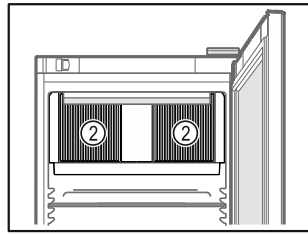

Fig. 61
- ❑ Διατηρείτε ελεύθερες τις σχισμές αερισμού Fig. 61 (2) του ανεμιστήρα στο εσωτερικό.